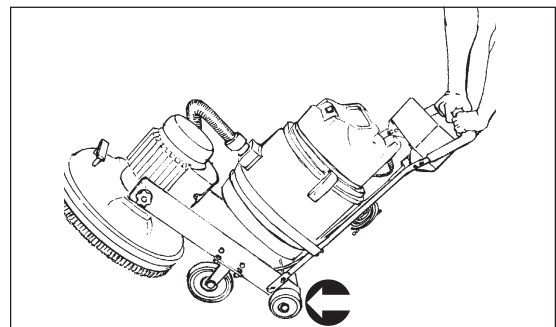

Abbildung 14
- c.) Nehmen Sie den Fuß von der Kippleiste und drücken Sie mit dem Griff weiterhin nach unten, bis die Maschine aufrecht auf dem Griff und den Kipprädern gestützt bleibt (siehe Abbildung 14).